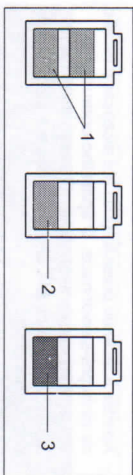

Fig. 10
- Controllare il livello di carica dell'accumulatore sull'indicazione LED (fig. 10):
- Estado de carga del acumulador en el indicador LED (Fig. 10):
- Verificar o estado de carga do acumulador no indicador LED (Fig. 10):